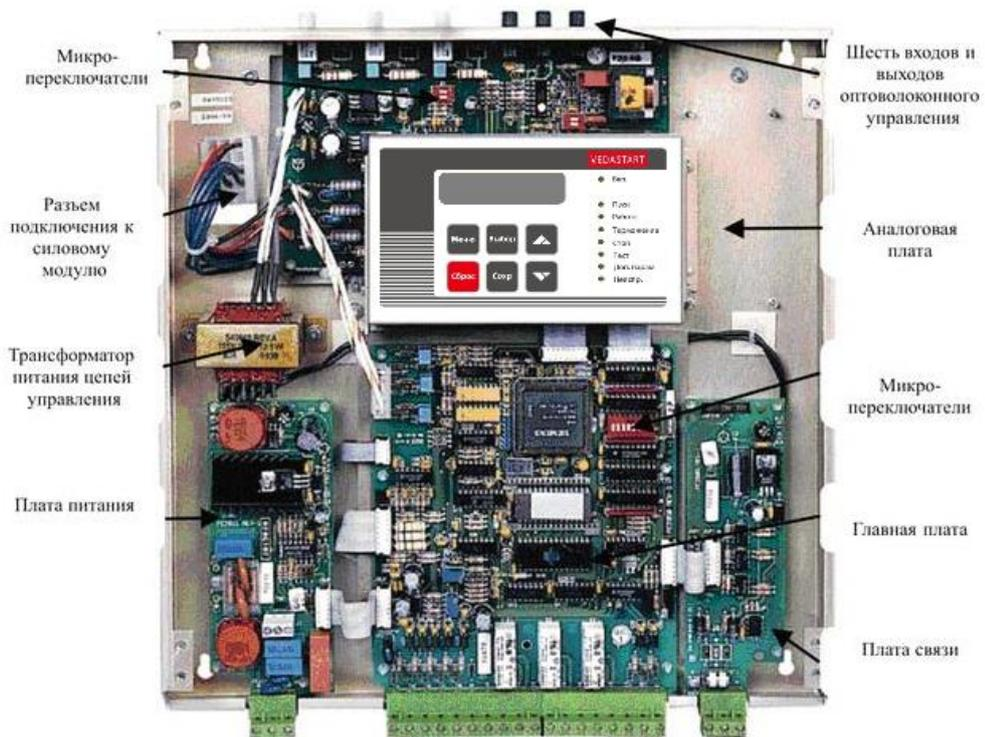

Рис. 7.4 – Модуль управления
Внешний вид модуля управления УПП представлен на рис. 7.4.
**Установка микропереключателей.** Модуль микропереключателей содержит восемь переключателей и расположен под передней панелью модуля управления (см. рис. 7.4). Назначение микропереключателей приведено в таблице 7.1.